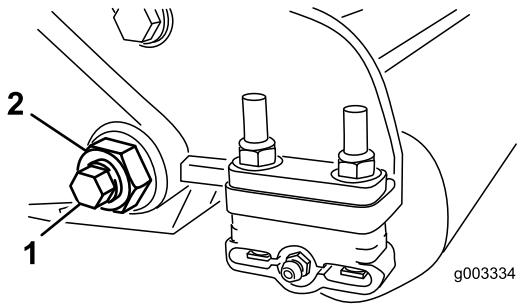
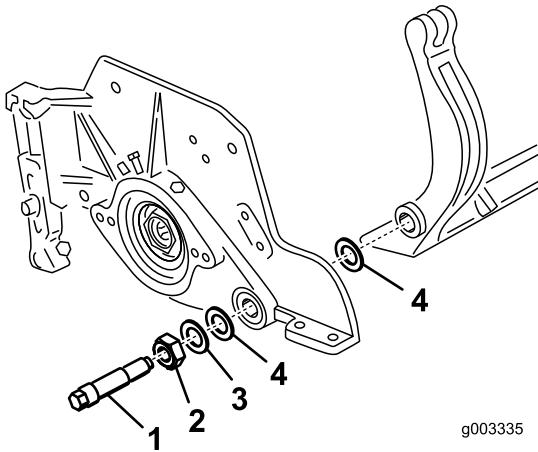

Bild 2
Bild 3
5. Lösen Sie an jeder Seite der Maschine die Klemmmutter, mit der die Schraube des Untermesserträgers befestigt ist (Bild 2).
6. Nehmen Sie jede Schraube des Untermesserträgers ab, damit der Untermesserträger nach unten gezogen und von der Maschine entfernt werden kann (Bild 2). Bewahren Sie die beiden Nylonscheiben und die beiden Scheiben aus gestanzten Stahl an jedem Ende des Untermessers auf (Bild 3).
9. Befestigen Sie den Untermesserträger mit den Untermesserträgerschrauben (Muttern an den Schrauben) und den sechs Scheiben an jeder Seitenplatte. Legen Sie eine Nylonscheibe an jede Seite des Seitenplattenansatzes. Legen Sie eine Stahlscheibe außen auf jede Nylonscheibe (Bild 3). Ziehen Sie die Schrauben mit 37 bis 45 Nm an. Ziehen Sie die Sicherungsmuttern an, bis sich die Stahlscheibe außen nicht mehr dreht und kein Spiel am Ende vorhanden ist, ziehen Sie jedoch nicht zu stark an oder verbiegen Sie die Seitenplatten. Die Scheiben innen können einen Abstand aufweisen.